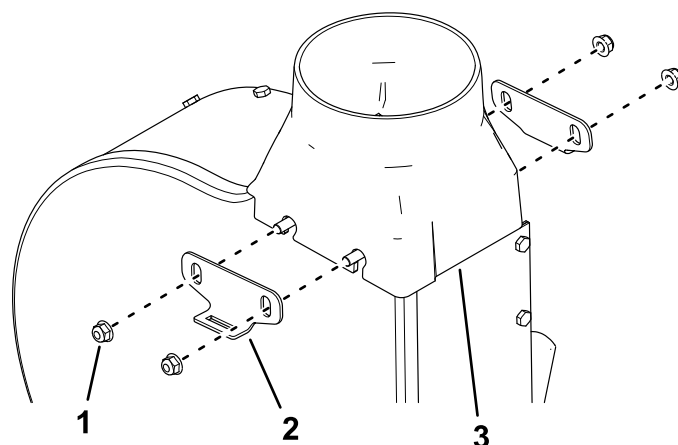

Figura 7
1. Instale a nova transição do soprador utilizando duas placas e quatro porcas (Figura 7).